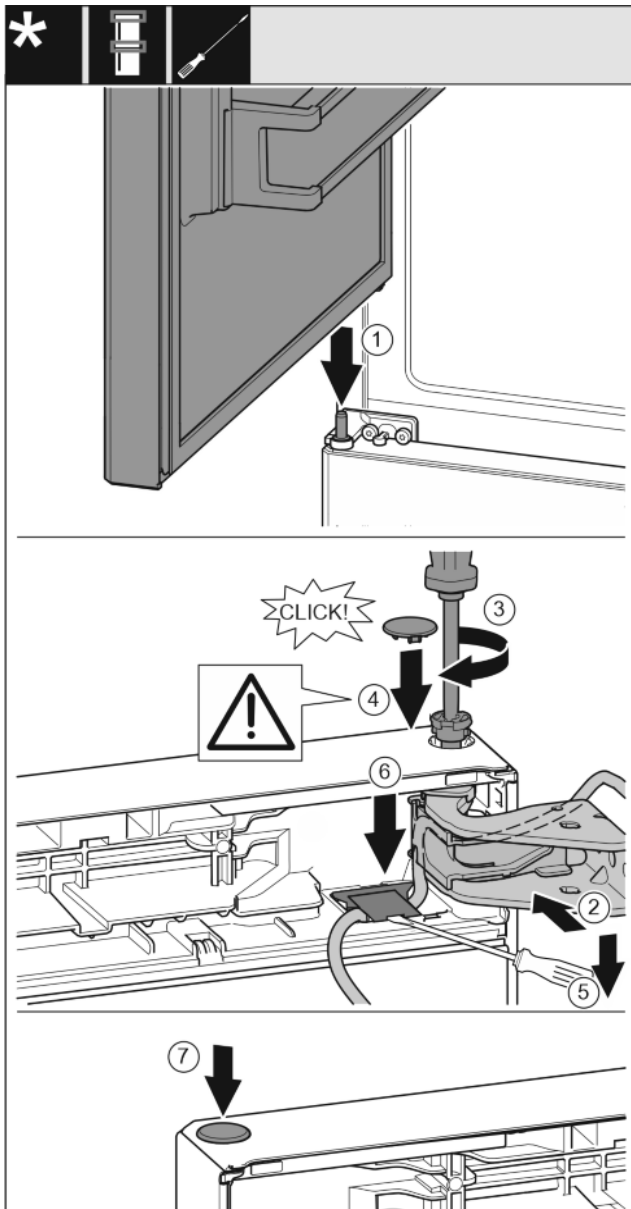

Fig. 25
- ▶ Obere Tür auf mittleren Lagerbolzen setzen Fig. 25 (1)
- ▶ Tür oben zur Öffnung im Lagerbock ausrichten. Fig. 25 (2)
- ▶ Bolzen einsetzen und mit Schraubendreher T15 festschrauben. Fig. 25 (3)
- ▶ Sicherungsabdeckung zur Sicherung der Tür montieren: Sicherungsabdeckung einsetzen und kontrollieren ob sie auf der Tür aufliegt. Ansonsten Bolzen vollständig einsetzen. Fig. 25 (4)
- ▶ Mit dem Schlitzschraubendreher die Abdeckung anheben und herausziehen. Danach den Kabel darunter einsetzen. Fig. 25 (5)
- ▶ Abdeckung wieder einsetzen und nach unten drücken bis sie einrastet. Fig. 25 (6)
- ▶ Stopfen einsetzen. Fig. 25 (7)